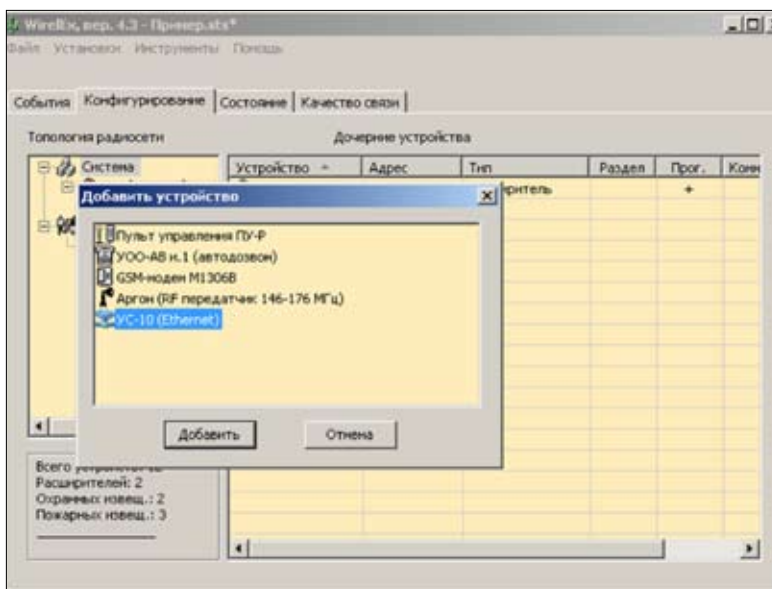

Рис. 8. Добавление системного устройства УС-10 в программе WireEx
- 2) выбору (рис.8) и программированию параметров УС-10;